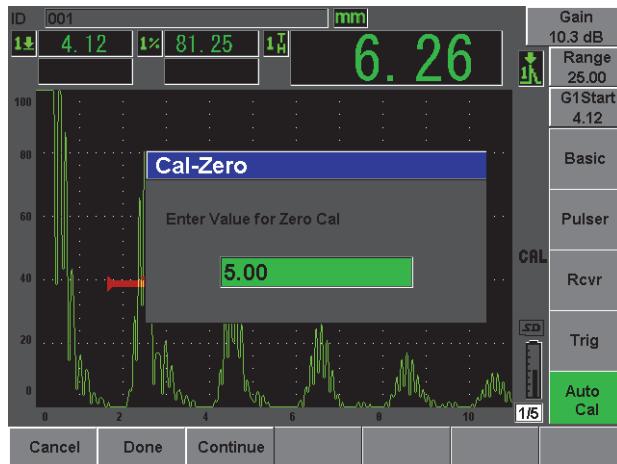

Figure 2-14 Valeur Cal-Zero (ÉtalZéro)
6. Appuyez sur **Cal-Zero (ÉtalZéro)** [voir la Figure 2-14 à la page 51].